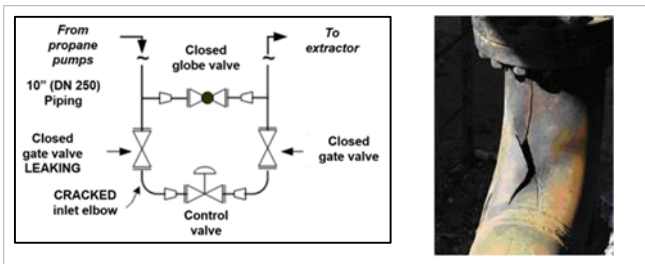

Figure 2. À gauche, schéma de l'incident de 2007, d'après le rapport du CSB no 2007-05-I-TX. À droite, coude d'entrée fissuré (CSB).
- L'eau se dilate de neuf pourcent lors de sa solidification (congélation). Cet effet fait flotter la glace, fait éclater les bouteilles d'eau dans un congélateur et a fissuré le coude de la tuyauterie de propane comme le montre la Figure 2.